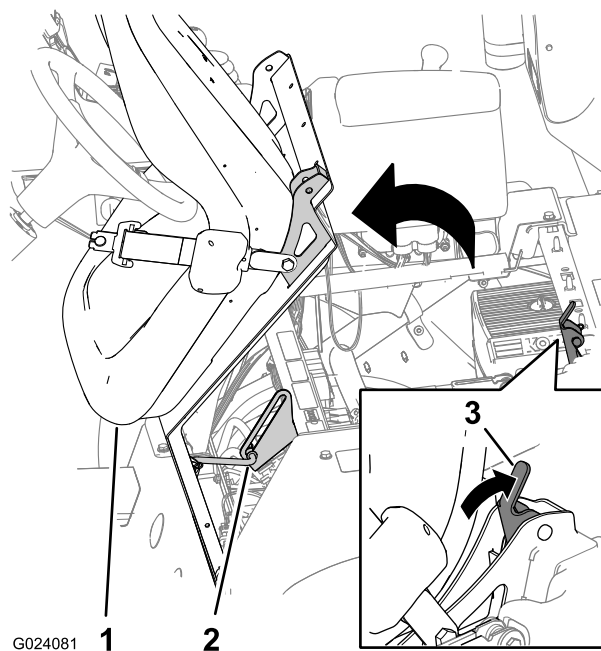

图3
3. 向后推动座椅门锁手柄打开座椅的门锁 图3。
4. 向前旋转座椅和座椅底板直到支撑杆的端部处于支架槽的底部 图3。